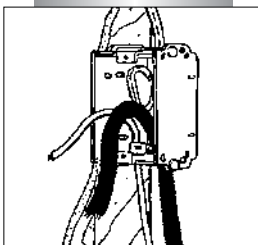

Fig. 4
3. Trim excess length of supply branch circuit, cold lead and temperature sensor cables, as necessary, leaving about 6" projecting from the Electrical Connection Box (ECB), see Figure 4.
3. Couper la longueur excédentaire des fils d'alimentation, des conducteurs froids et du fil du capteur de température, au besoin, en laissant des longueurs d'environ 15 cm (6 po) à l'extérieur du boîtier (voir la figure 4).